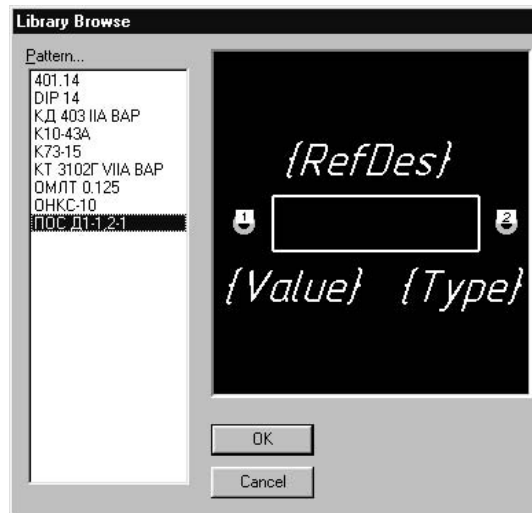

Рис.4.9.1
- В результате появится диалоговое окно Component Information (см. рис.4.2.2).. В диалоговом окне нажать кнопку Select Pattern и в появившемся окне Library Browse (рис.4.9.1) выбрать посадочное место катушки индуктивности «ПОС Д1-1,2-1». Нажать кнопку ОК.